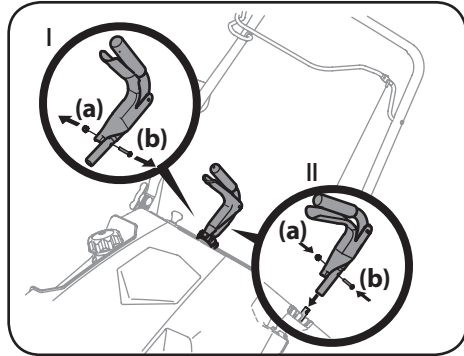

Figure 2-10
1. Retirez l'écrou autobloquant hexagonal (a) et la vis (b) de la commande de rotation de la goulotte. Voir Figure 2-10 (I).
2. Placez la commande de rotation de la goulotte sur la tige de commande, alignez les trous, puis fixez la commande avec l'écrou autobloquant hexagonal (a) et la vis (b) retirés à l'étape 1. Voir Figure 2-10 (II).